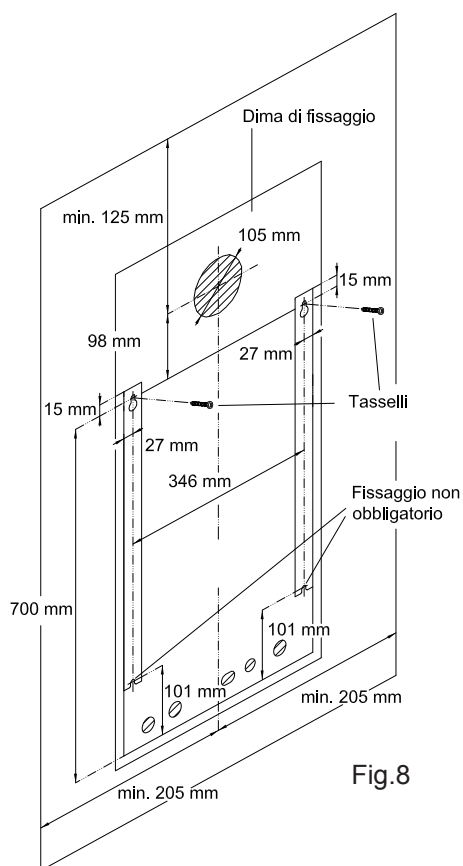

Fig.8
3.6 - Installazione con uscita posteriore (Fig.8)